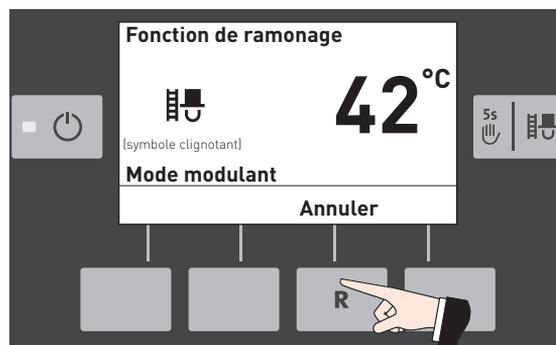

Fig.11
- en cas de pression de la touche **Annuler** – Fig. 11.